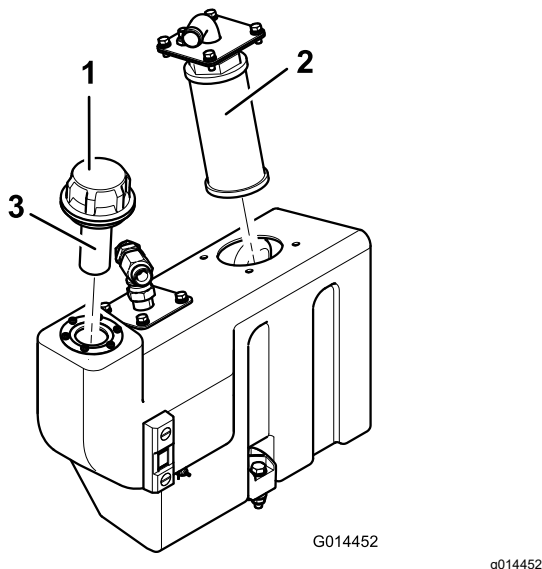

**Figura 75**
3. Coloque un recipiente debajo del depósito hidráulico, retire el tapón de vaciado del depósito y drene por completo el fluido hidráulico (Figura 75).